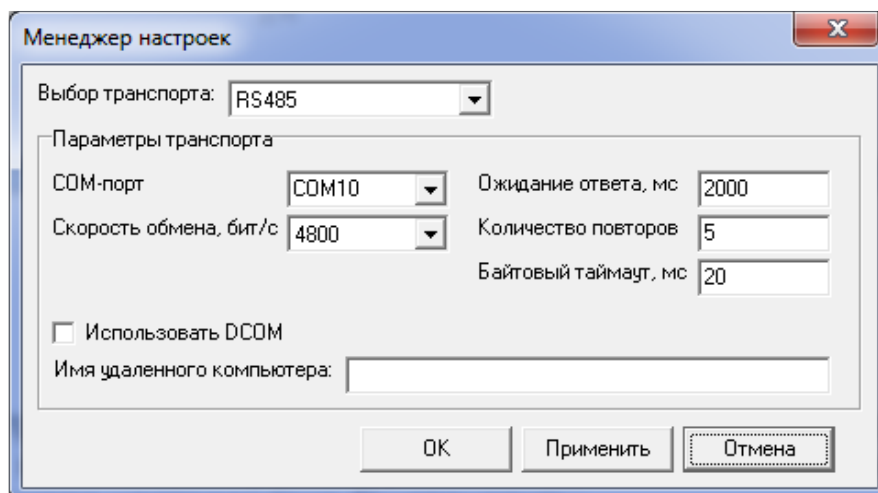

Рис.12. Окно «Менеджер настроек» программы «Монитор УРСВ-311».
- В появившемся окне **Менеджер настроек** (рис.12) установите: